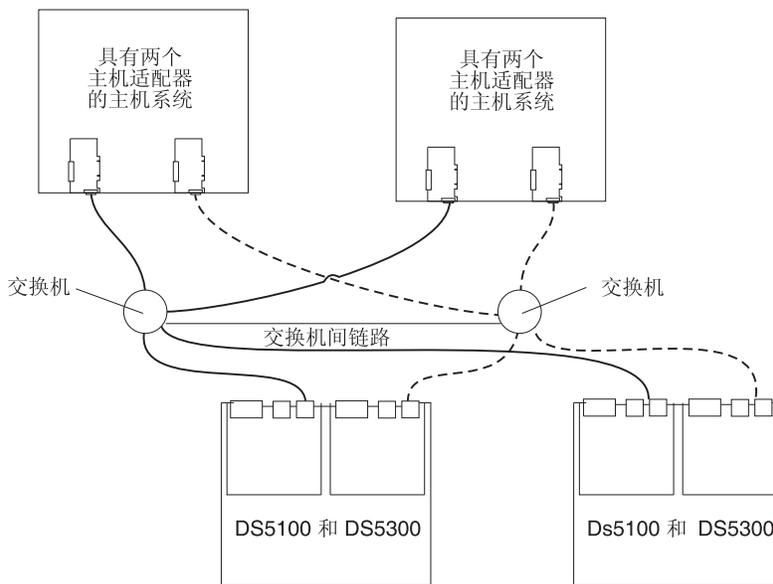

图 80. 单 SAN 光纤网环境中两个存储子系统的示例
- 连接了其他 DS5100 和 DS5300 的双 SAN 光纤网配置，如第 110 页的图 80 中所示
在图 80 中，光纤通道交换机连接在一起。